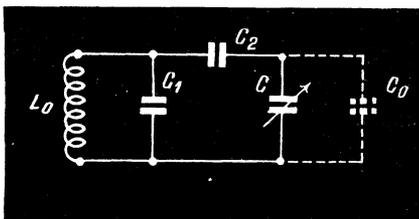
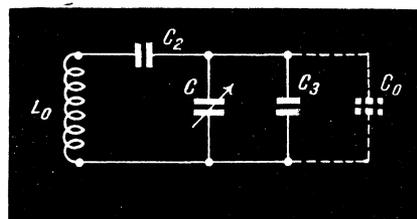

Fig. 1
Fig. 2
a. — Vérifier la résistance d'écran de la lampe finale lignes (R4, fig. 2), qui peut présenter un mauvais contact ou une coupure intermittente ;
La méthode classique pour obtenir ce résultat consiste à prévoir deux capacités supplémentaires que l'on introduit dans le circuit de l'oscillateur (fig. 1 et 2). On démontre que si le choix des valeurs de  $C_1$  (ou  $C_A$ ),  $C_2$  et  $L_0$  est fait en se basant sur certaines rela-
L'introduction des capacités supplémentaires peut se faire de plusieurs façons différentes. Par exemple, dans le cas de la figure 1, l'une des capacités ( $C_1$ ) est connectée en parallèle sur la bobine  $L_o$ , tandis que dans la figure 2 la capacité  $C_3$  se place en parallèle sur le condensateur variable  $C$ . Pratiquement ces deux schémas sont équivalents.
Pour la figure 1, la capacité  $C_1$  comprend la capacité répartie de la bobine  $L_o$  et d'autres capacités parasites se rapportant directement à la bobine (sauf  $C_a$ ,  $C$  et  $C_o$ ). La capacité  $C_o$  se compose, pour les deux schémas, de la capacité résiduelle du C.V. (C), de la capacité d'entrée de la lampe oscillatrice, de la capacité parasite des connexions, etc., ce qui nous fait environ 30 à 40 pF au total. La capacité du condensateur série  $C_2$  est toujours de beaucoup supérieure à  $C_1$  ou  $C_2$  (de 5 à 10 fois).
ques 1, 2 et 3, suivant le graphique de la figure 4, qui constitue le mode d'emploi. Lorsque la structure du circuit oscillateur est celle de la figure 1, le point 2 de la figure 4 est pris sur une courbe en trait plein, tandis que si l'on calcule le schéma de la figure 2, on prend le point 2 sur une courbe en trait interrompu.
Soit un circuit oscillateur réalisé suivant le schéma de la figure 1, et les valeurs suivantes qui nous sont données :  $L_a = 170 \mu H$  ;  $C = 490$  pF ;  $C_o = 40$  pF ;  $f_{max} = 1\ 600$  kHz ;  $f_{min} = 520$  kHz ;  $f_m = 455$  kHz. Il en résulte  $K = 3,08$ ,  $f_m/f_{min} = 0,875$  et  $C_{max} = 530$  pF.